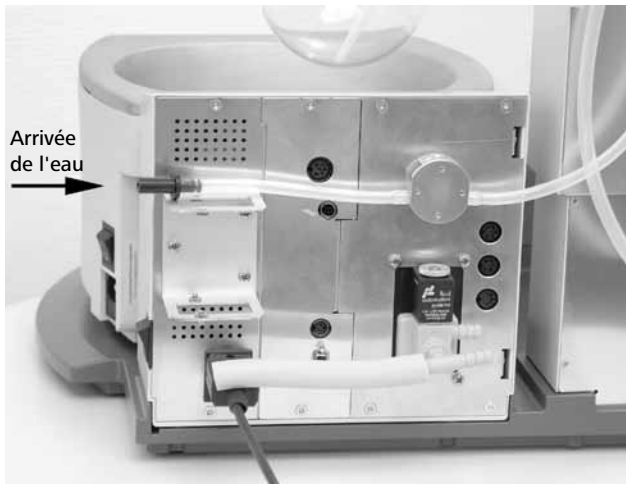
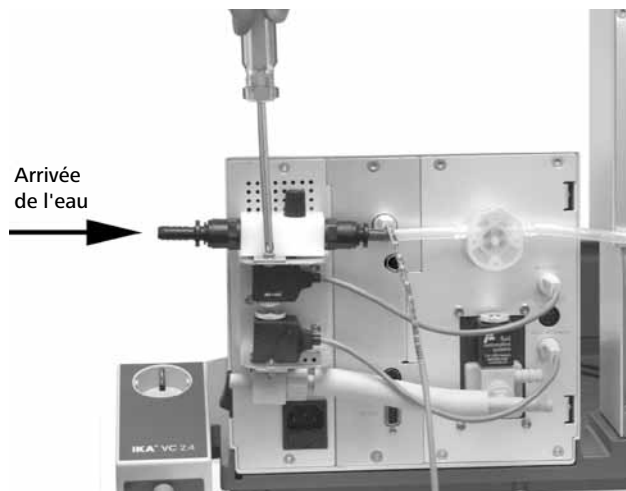

Fig. 16a
Fig. 16b
- ☞ Reliez l'arrivée d'eau à votre alimentation en eau (fig. 16a ; fig. 16b avec la vanne d'étranglement d'eau optionnelle RV 10 5001). Tenez compte des caractéristiques techniques sur l'alimentation en eau. La vanne d'étranglement d'eau RV 10 5001 n'est pas indiquée pour un fonctionnement sur le refroidisseur, car le débit s'en trouve trop réduit.